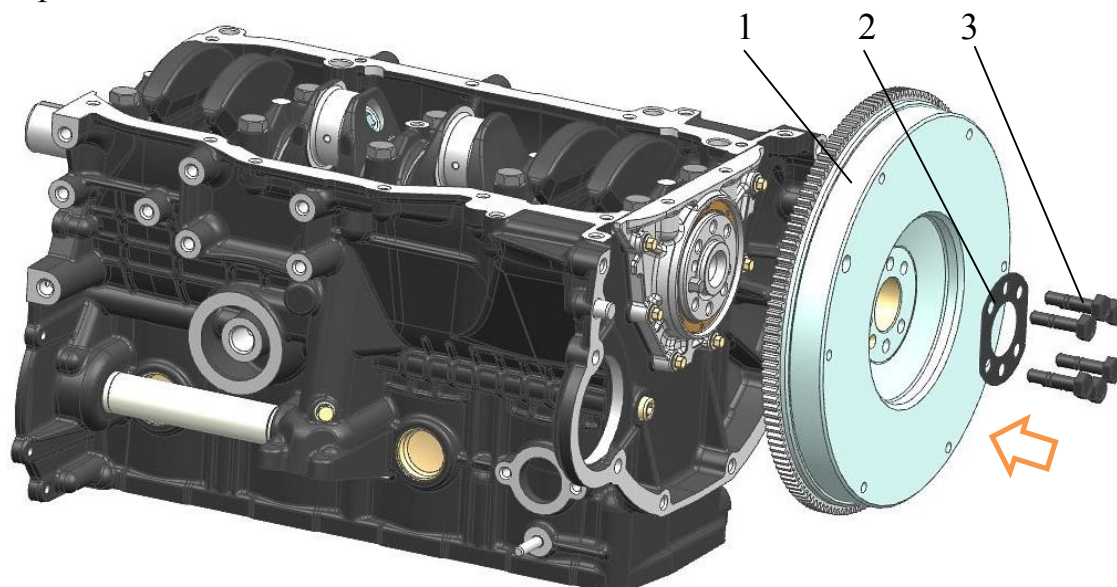

Рис.112. Установка маховика:
7. Установить маховик 1 (рис.112) на задний конец коленчатого вала, совместив отверстие в маховике под штифт с установочным штифтом, запрессованным во фланец коленчатого вала.